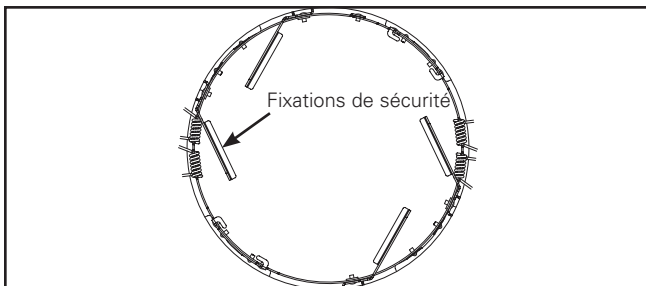
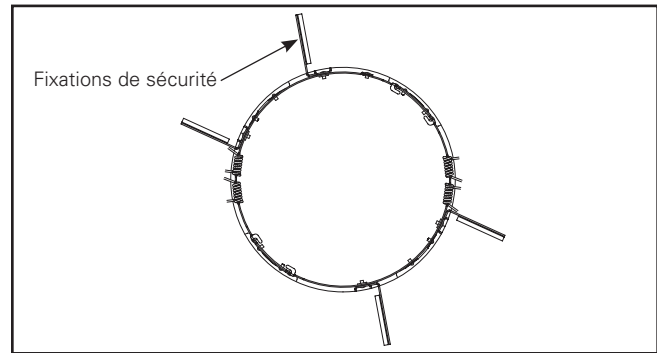

Figure 33.
Figure 34.
7. Lorsque l'anneau de rénovation est installé en premier au plafond, quatre fixations de sécurité empêcheront l'installation du module DEL (Figure 33) Pour continuer l'installation, tournez le bras libre des fixations de sécurité dans le sens des aiguilles d'une montre jusqu'à ce que le bras soit à un angle de 90° avec la base de la fixation installée (Figure 34).